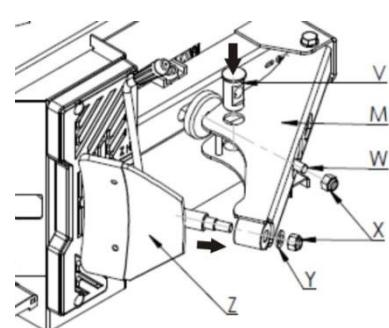

Abb. 10 38
- Ziehen Sie jetzt den Fersenbrecherarm nach außen um diesen folgend nach innen zu führen damit Sie die Treibstange (W, Abb.10) in die Halterung der Treibstange führen können. (V, Abb.10), Ziehen Sie nun die Mutter (X, Abb.10) kräftig fest mit Hilfe einer Bohrmaschine.
- Platzieren Sie jetzt die Fersenbrecher-Platte (Z, Abb.10) und sichern Sie diese kräftig mit dem Ring (Y, Abb.10) und der Mutter (X, Abb.10).